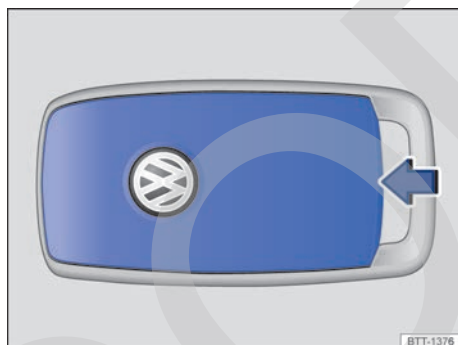

Fig. 139 Calefacción independiente: tapa de la pila del mando a distancia por radiofrecuencia.
- Introduzca un objeto adecuado, p. ej., un destornillador, en el rebaje del lateral en el sentido de la flecha → fig. 139.